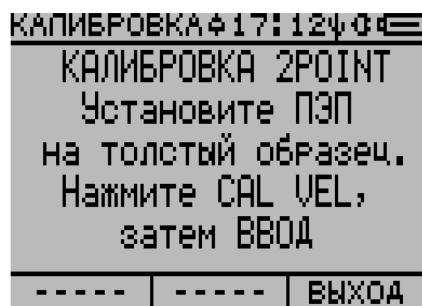

Рисунок 2.82
8) На экране дисплея появится следующее сообщение: «**КАЛИБРОВКА 2POINT. Установите ПЭП на толстый образец. Нажмите CAL VEL, затем ВВОД**» (рисунок 2.82), приблизительно через три секунды его сменит вид экрана режима калибровки 2Point по скорости УЗК, представленный на рисунке 2.83.